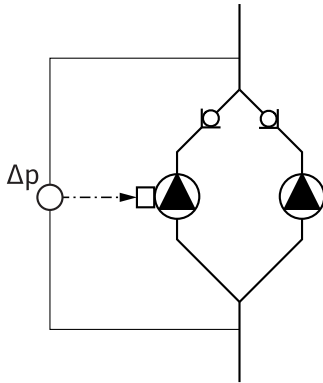

Fig. 13: Eksempel, tilslutning differenstryk-transmitter
- I eksemplet på fig. 13 er masterpumpen venstre pumpe i flowretning. Tilslut differenstryktransmitteren ved denne pumpe.
Differenstryktransmitterens målepunkter på masterpumpen skal være i det tilhørende samlerør på dobbelpumpeanlæggets suge- og trykside (fig.13).